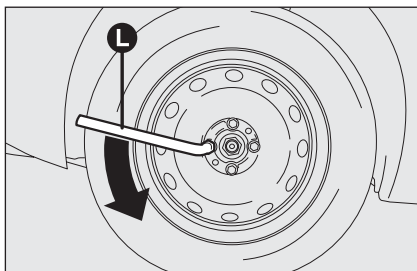

fig. 5
- ☐ afloje aproximadamente un giro los bujes de fijación utilizando la llave del equipamiento **L-fig. 5**; para coches equipados con llantas de aleación, sacuda el coche para facilitar la separación de la llanta del cubo de la rueda;